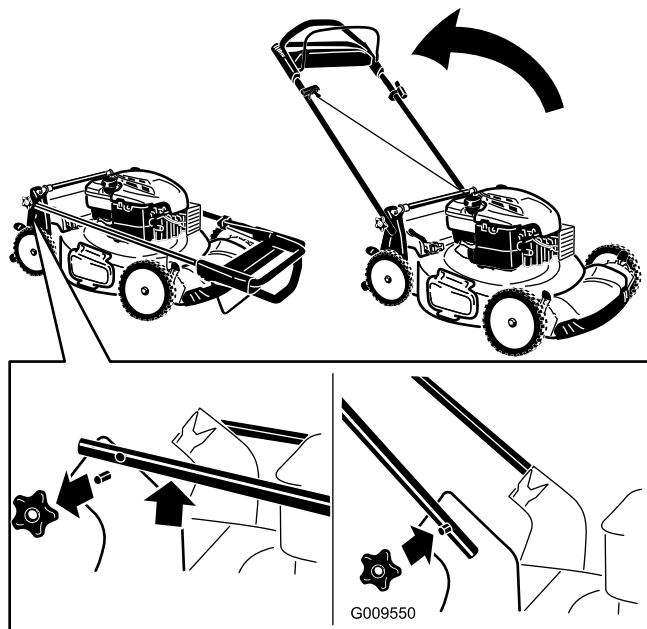

Рисунок 4
1. Снимите круглые рукоятки с корпуса машины (Рисунок 4).